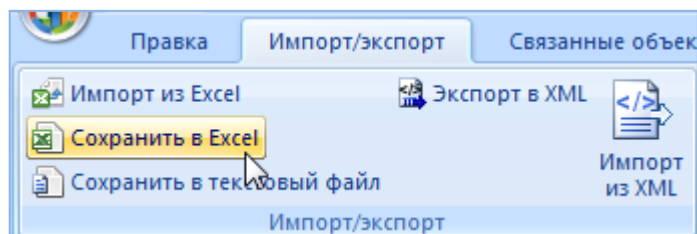

Рис. 13-495 – Панель «Импорт/экспорт»
9) В случае отображения информационного окна, приведенного на рис. 13-495, необходимо изменить заданные параметры. Для закрытия информационного окна нажать кнопку «ОК», затем изменить значения параметров в окне «Перечень выполненных работ за период» и повторно нажать кнопку «Печатать отчет».